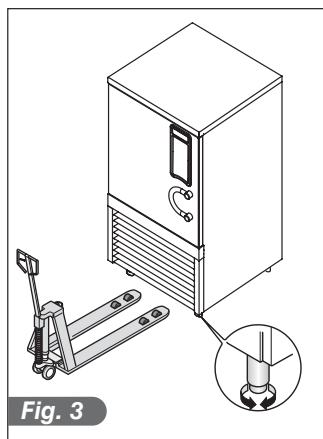

Fig. 3
- Udføre nivellering af apparatet med hjælp af de fire ben: Ved nivellering af tungere maskiner, brug passende løfteanordninger (Fig. 3).